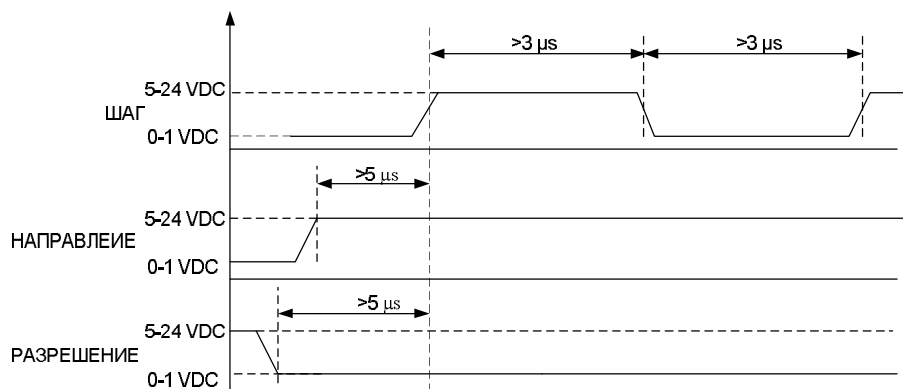

Рис. 3. Осциллограммы управляющих сигналов.
7. Для управления шаговым двигателем посылайте требуемые логические сигналы «ШАГ» (вход STEP+/STEP-), «НАПРАВЛЕНИЕ» (вход DIR+/DIR-), «РАЗРЕШЕНИЕ» (вход EN+/EN-) в соответствии с рис. 3. Поворот вала на один шаг или часть шага осуществляется по фронту сигнала «ШАГ». Изменение направления вращения осуществляется изменением уровня сигнала «НАПРАВЛЕНИЕ». Отключение обмоток двигателя осуществляется по фронту высокого напряжения на входе «РАЗРЕШЕНИЕ».